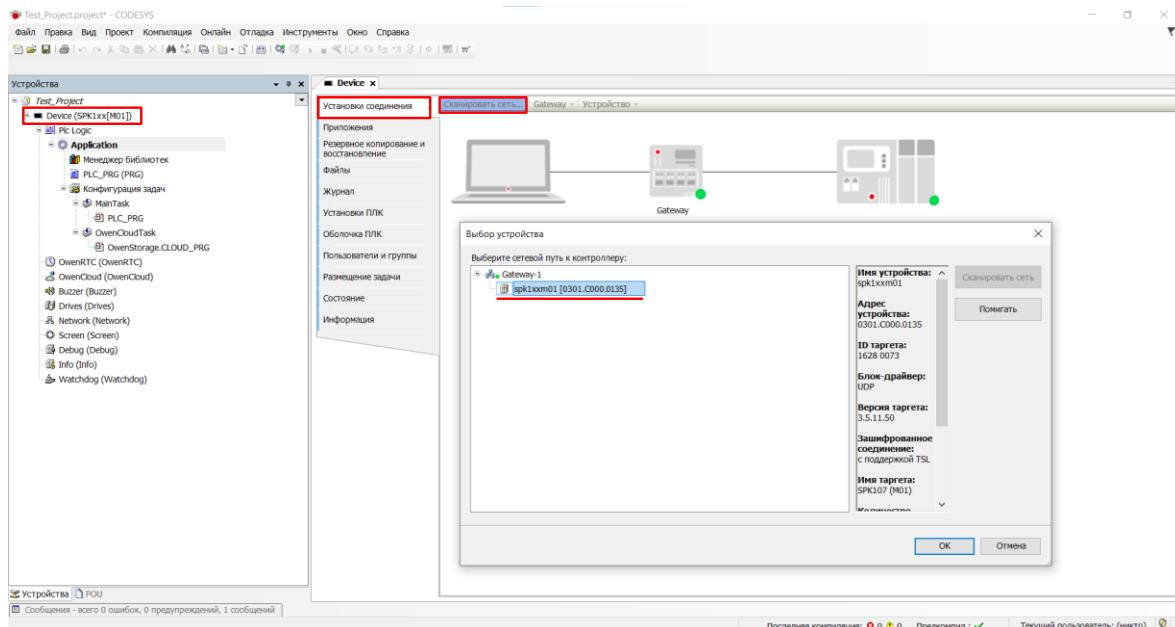

Рис. 35. Окно установки соединения с СПК
3. После создания проекта необходимо установить соединение с СПК. Для этого в дереве проекта необходимо выбрать «Device (SPK1xx[M01])». В разделе «Установки соединения» необходимо нажать «Сканировать сеть...» (рис. 35). Должно появиться окно «Выбор устрой-